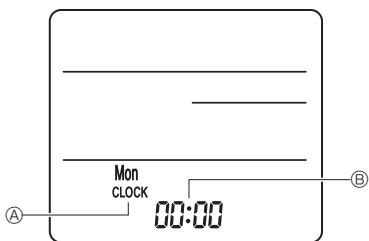

Fig. 7-10
3) Definição [Definição Clock (Relógio)] (Fig. 7-10)
① Introduza as baterias ou prima o botão ⓧ CLOCK com um objeto afiado.